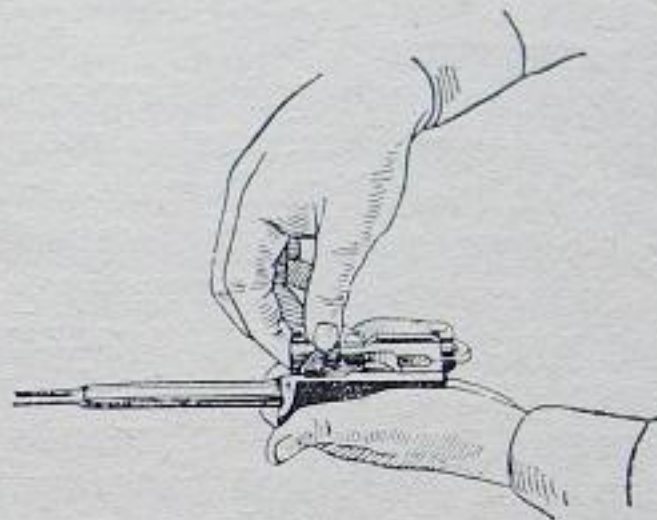

Рис. 8. Отделение затвора от затворной рамы
7) Отделить затвор от затворной рамы. Взять затворную раму в левую руку затвором кверху (рис. 8); правой рукой отвести затвор